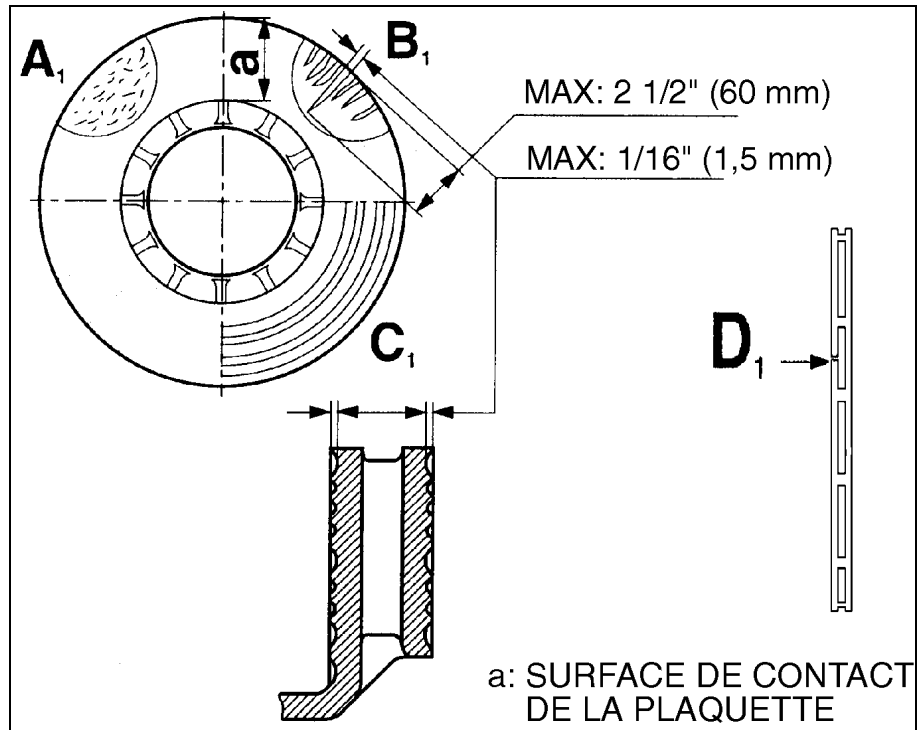

FIGURE 1
- Inspecter les surfaces et les ailettes du rotor pour des fissures (Fig. 1).